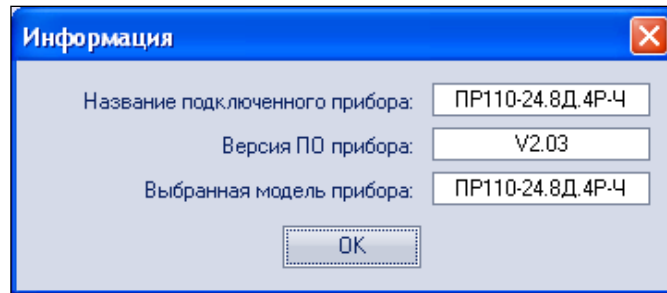

Рисунок 3.19 – Экранная форма с информацией о ПР
10) **информация о подключенном типе ПР и версии программного обеспечения** может быть получена при помощи кнопки на панели инструментов (), рисунок 3.19;